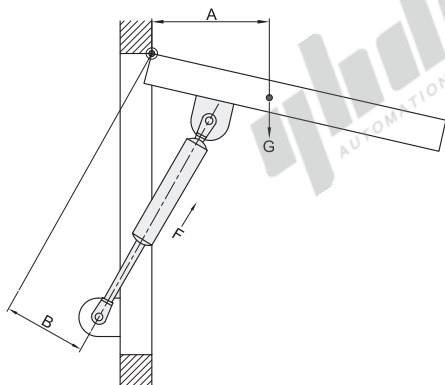

图2
1、如（图2）所示，根据下式计算所需的反作用力（F），找到可以使用形式范围。